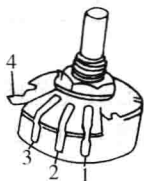

图 1-1-5 碳膜电位器
3) 电位器的质量判别: 图 1-1-5 是最常见的碳膜电位器。焊片“1”和“3”两端的电阻值是电位器的标称阻值, 焊片“2”是引出端。用万用表测“2”、“3”之间电阻值时, 顺时针旋转电位器轴, 阻值应从零变化到电位器标称值; “1”和“2”之间的阻值变化则相反。测量过程中如万用表指针平稳移动而无跌落、跳跃或抖动等现象, 则说明电位器正常。